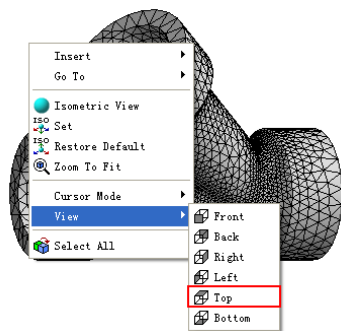
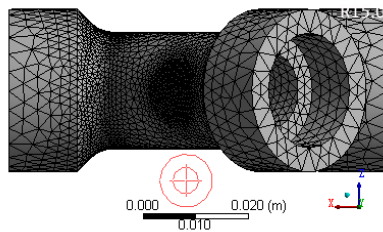

图 3-64 快捷菜单
图 3-65 调整后的视图效果
**步骤 01** 在图形窗口中,单击鼠标右键,在弹出的快捷菜单中选择 View→Top 命令,如图 3-64 所示,此时的视图如图 3-65 所示。